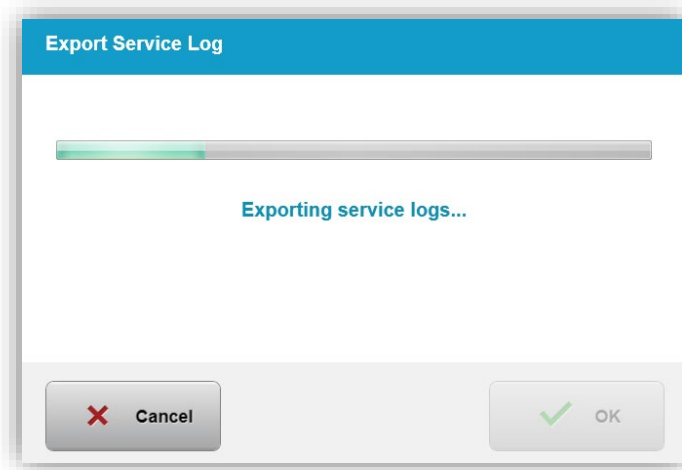

Figura 3-57. Exportar registro de servicio en curso (Export Service Log in Progress)
- El sistema automáticamente comienza a transferir el registro de servicio y muestra una barra de progreso del proceso de transferencia, tal como se muestra en la figura 3-57.